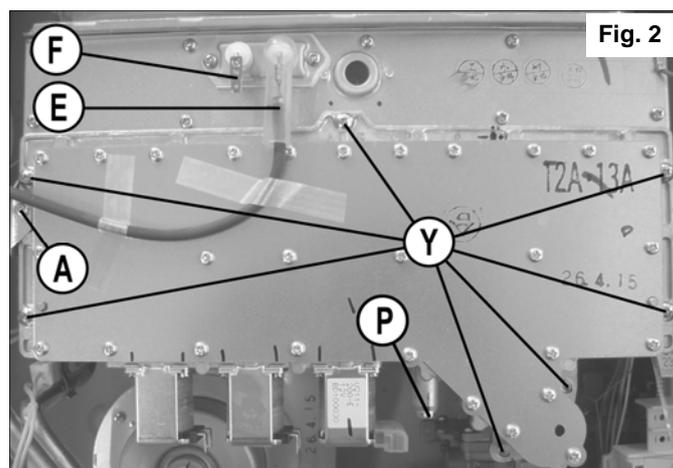

Fig. 2
5. Procedere con la sostituzione del collettore di alimentazione del gas tramite i seguenti passaggi (Fig.2):
- scollegare i connettori dell'elettrodo (E), del sensore di fiamma (F) e delle valvole gas;
- rimuovere le viti di fissaggio (Y) del collettore gas;
6. Collegare il micro manometro digitale alla presa di prelievo pressione del collettore gas (P).
10. Controllare la pressione del gas sulla presa prelievo (Fig.2 pag. precedente).
13. Controllare la pressione del gas sulla presa prelievo (Fig.2 pag. precedente).